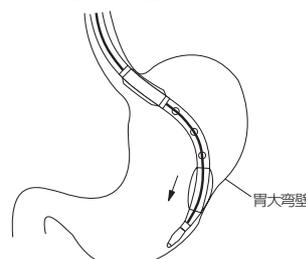

図10
9. X線透視下に患者の体位を変えながら、胃大弯壁に沿って胃幽門前庭部まで本品を進める（図10）。